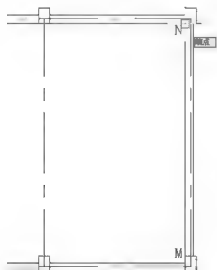

图 4.14 绘制 5 轴线墙体
① 在指定起点或 [对正(J)/比例(S)/样式(ST)]：提示下，捕捉 M 点，如图 4.14 所示。
② 在指定下一点或 [闭合(C)/放弃(U)]：提示下，将光标水平向上拖动，然后捕捉 N 点，按 Enter 键结束命令，绘制出 MN 段墙体。